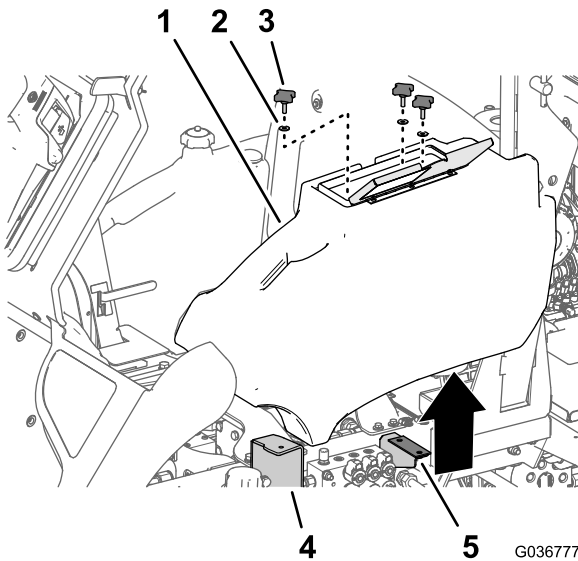

Bild 3
1. Öffnen Sie die Abdeckung des Ablagefachs (Bild 3).
2. Lösen und nehmen Sie die drei Handräder und drei Scheiben ab, mit denen der Flansch des Absatzes und die Ablagefachhalterung befestigt sind (Bild 3).
1. Fluchten Sie die drei Löcher im Ablagefach mit dem Loch im Flansch des Absatzes und den Löchern in der Halterung für das Ablagefach aus, siehe Bild 3 in Entfernen des Ablagefachs (Seite 2).